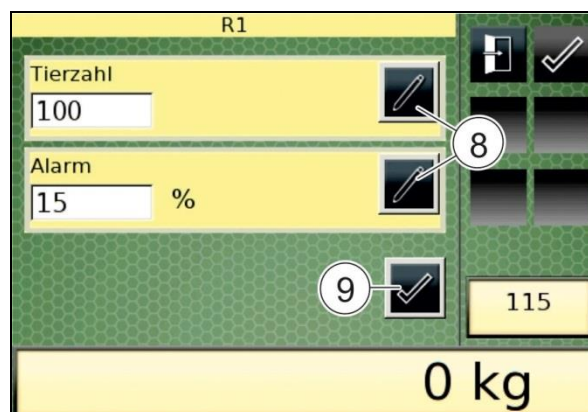

Fig. 208
- 4.5 Drücken Sie die Taste „Eingabe ändern“ (6).
- Die Bildschirmanzeige „Rezeptübersicht - Entladestationen“ (Fig. 208) erscheint.
- 4.9 Beenden Sie das Ändern von Einstellungen zur ausgewählten Entladestation durch Drücken der Taste „Bestätigen“ (9).